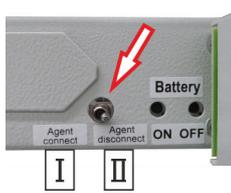

Abb. 36: Blockierschalter
1. Das System blockieren: Blockierschalter (Abb. 36/Pfeil) auf "Agent disconnect [blockiert]" (Abb. 36/II) schalten.